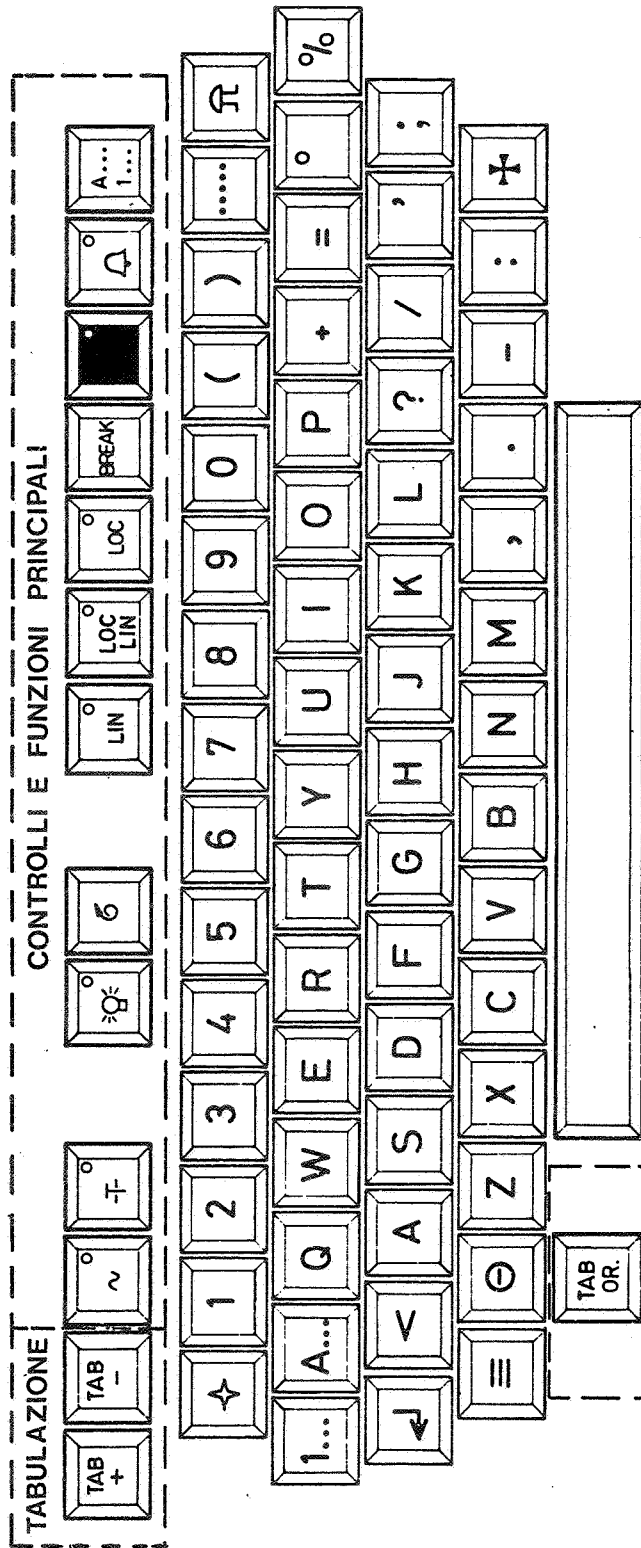

Fig. 2.15
La tastiera, oltre al normale set di caratteri previsti dal CCITT n. 2, comprende anche una serie di tasti speciali (Fig. 2.15).
Comando della tabulazione orizzontale posto sul lato sinistro della zona di spaziatura della tastiera. (vedi Fig. 2.15)
- 2.4.3 CONTROLLI PRINCIPALI (Fig. 2.15 - 2.16)